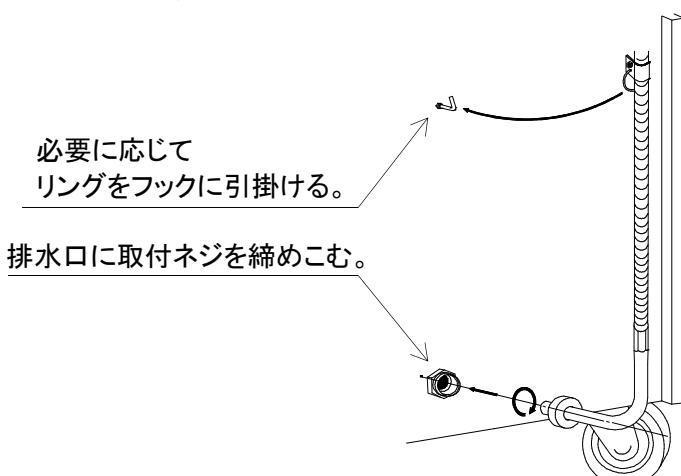

図 1 ステンレス排気・排水ホースの取付方法
- ① 背面下部の排水口に付属のステンレス排気・排水ホースのネジ部をしっかりと締め込む。(図 1)